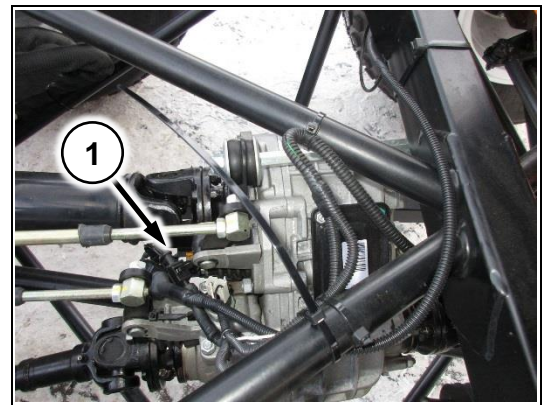

Рис. 149
- 1) Соедините жгут с датчиком на раздаточной коробке (Рис. 149/1)